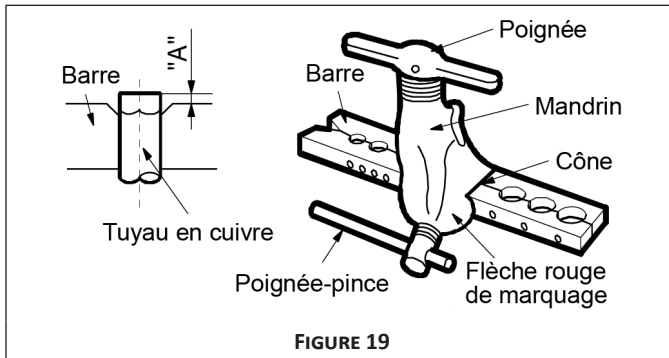

FIGURE 19
2. Insérez un tube dans l'outil à évaser sur la mesure "A" du schéma. Procédez à l'évasement du tube tel qu'illustré sur la Figure 19. Veillez à ce que l'évasement ne comporte pas de bavures et soit entièrement formé de manière à effectuer un joint bien étanche.